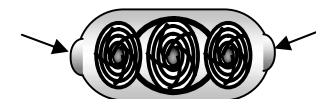

Рис.7
- Снять **фильтровальный блок** (без применения инструмента), одновременно нажав **защелки-фиксаторы** (рис.7).
- Установить фильтровальный блок на место легким нажатием до «щелчка» (рис.7).
- Снять верхнюю защитную решетку, одновременно нажав на защелки-фиксаторы (рис.7).
- Снять верхнюю и нижнюю защитные решетки (без применения инструмента), одновременно нажав защелки-фиксаторы (рис.7).